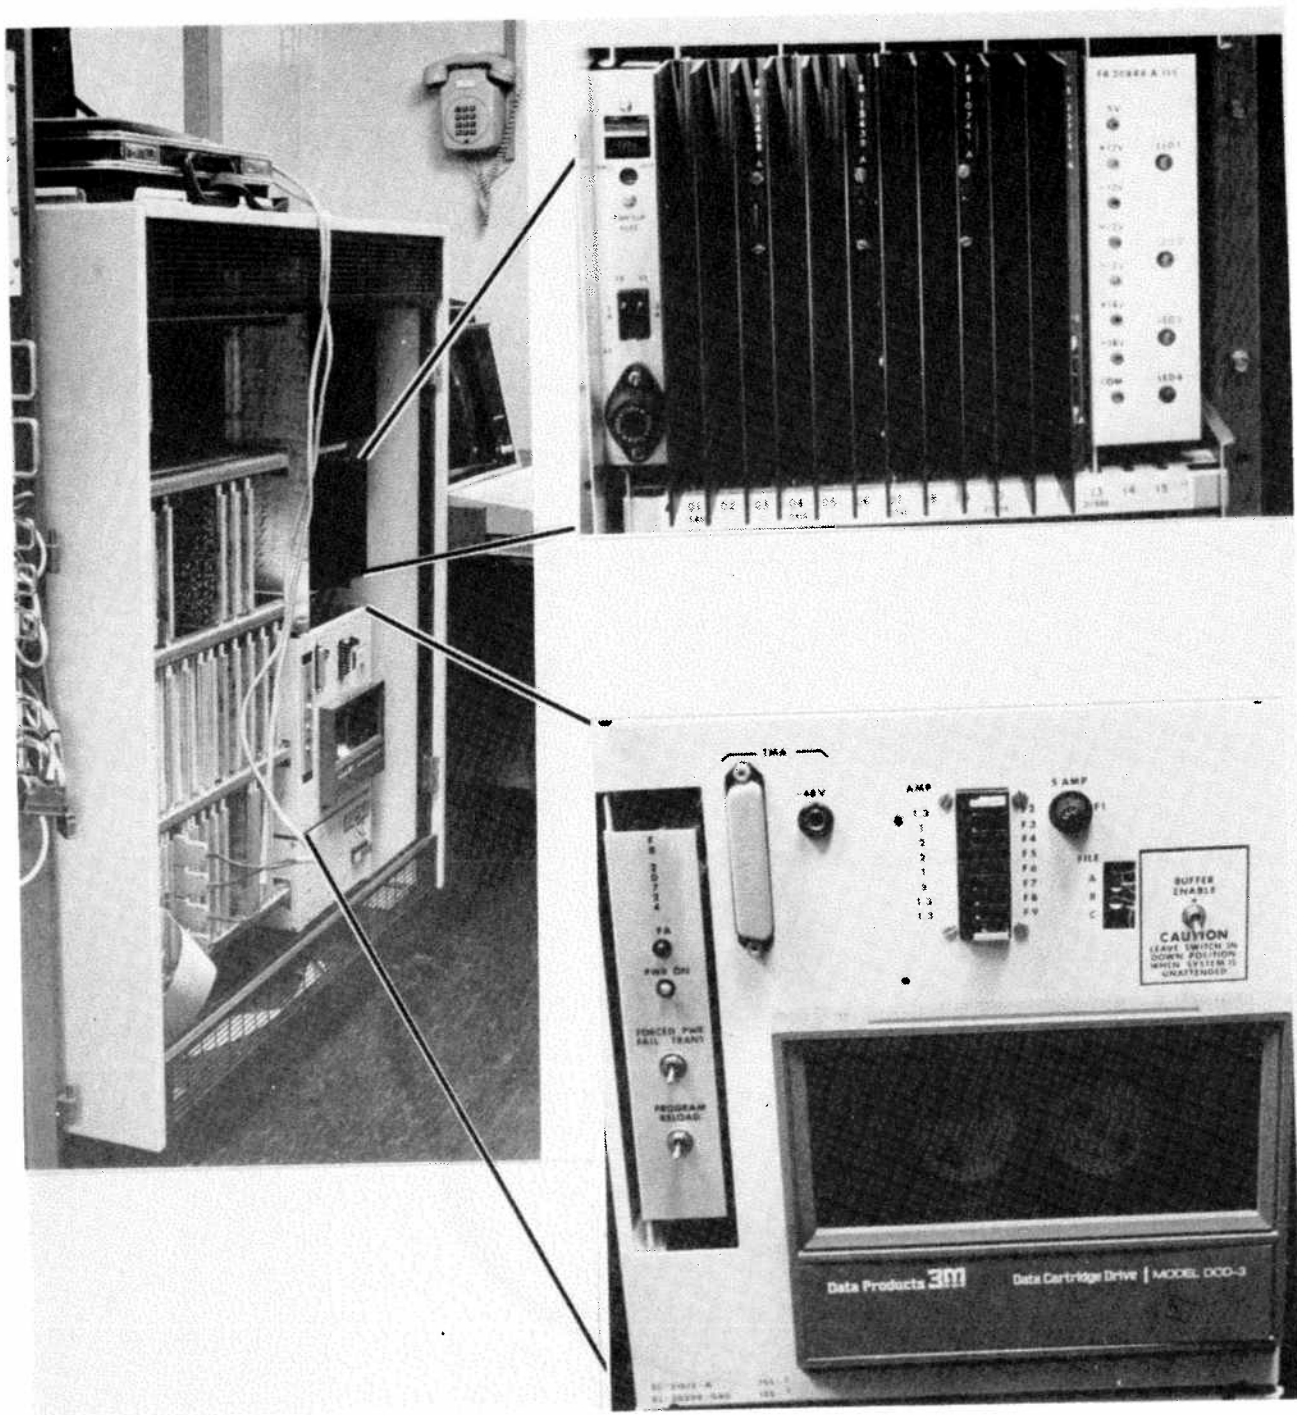

Bild 16. Telefonväxel GTD 120
- Kontrollera att omkopplarna BUFFER ENABLE och FORCED PWR FAIL TRANS står i nedfällt läge. Tryck in (läge ON) omkopplarna EMG i telefonväxel GTD 120. Se bild 16.